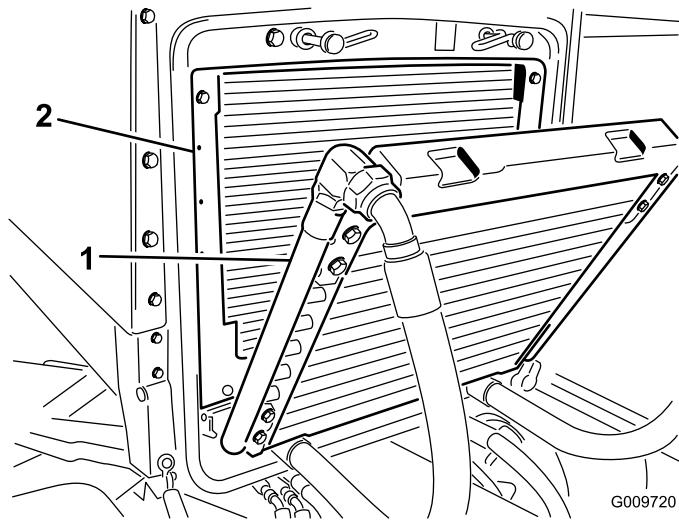

図 51
3. クーラを後ろに傾ける。オイル・クーラとラジエターの裏表を(図 51)圧縮空気で丁寧に清掃する。機体の前側からエアを吹きつけて後ろ側にゴミを吹き飛ばします。その後、今度は後ろ側から前側に向かって吹きつけて清掃します。この作業を数回繰り返してごみやほこりを十分に落としてください。